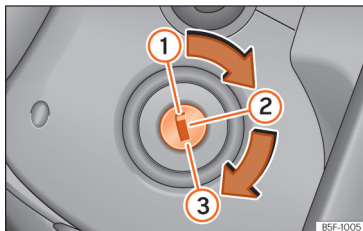

Abb. 216 Positionen des Zündschlüssels
In dieser Stellung »» Abb. 216 ① sind die Zündung und der Motor ausgeschaltet und die Lenkung kann gesperrt werden.
- Drehen Sie den Zündschlüssel in Stellung zum Anlassen des Motors »» Abb. 216 ③. »
- Drehen Sie den Zündschlüssel in Stellung »» **Abb. 216** . Beim Vorglühen des Motors leuchtet die Kontrollleuchte  auf.
- Drehen Sie den Zündschlüssel in Stellung » » » **Abb. 216** ①.
- Ziehen Sie den Zündschlüssel in Stellung **» Abb. 216 ① » ⚠**.